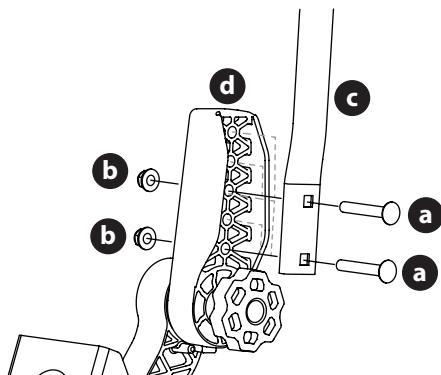

Figure 12
1. Retirez les deux boulons de carrosserie (a) et les deux écrous autobloquants (b) qui fixent la barre de conduite (c) au dispositif de réglage (d) (Figure 12).
2. Placez la barre de conduite à la hauteur désirée et retenez-la avec les boulons de carrosserie et les écrous autobloquants à bride (Figure 12).
- Si les stabilisateurs ne sont pas alignés après le réglage du bouton, desserrez les écrous (b), alignez les stabilisateurs et resserrez les écrous. Une fois ce réglage fin effectué, les barres stabilisatrices s'alignent lors de l'ajustement du bouton (Figure 12 à la page 85).